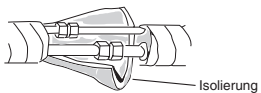

Abb. 3-62
- (3) Die Leitungen vorsichtig biegen (falls erforderlich), um sie entlang der Wand bis zur Außeneinheit zu verlegen, und dann bis zum Anschlusspunkt umwickeln. Der Ablaufschlauch muss an der Wand bis zu einem Punkt lotrecht nach unten geführt werden, wo das ablaufende Wasser keine Flecken an der Wand verursacht.
- (4) Die Kühlmittelleitungen an die Außeneinheit anschließen. (Nach Durchführung einer Undichtigkeitsprüfung mit Leitungsisolierung isolieren. (Abb. 3-62)
- (5) Kühlmittelleitungen, Ablaufleitung und Einheiten-Verbindungskabel wie in Abb. 3-62 anordnen.